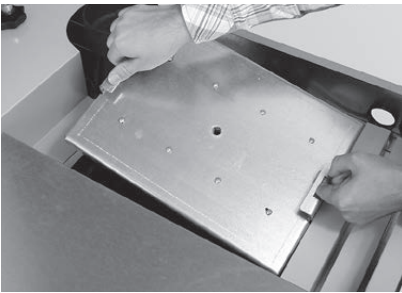

Fig. 107 Retirer le couvercle
- Tourner le raccord fileté du couvercle et le retirer – Fig. 106, Fig. 107.